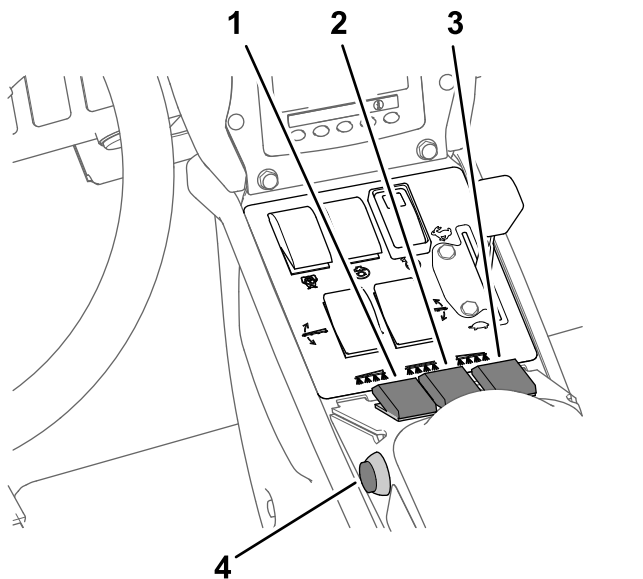

Figura 36
7. Impostate l'interruttore (o interruttori) delle sezioni di irrorazione in posizione di ACCENSIONE (Figura 36).
10. Guidate alla velocità desiderata e poi impostate l'interruttore principale delle sezioni in posizione di ACCENSIONE per iniziare a irrorare (Figura 36).
3. Impostate l'interruttore principale delle sezioni in posizione di SPEGNIMENTO; fate riferimento alla Figura 36 in Irrorazione in modalità con volume di applicazione \(pagina 36\).
7. Impostate gli interruttori delle singole sezioni, come opportuno, in posizione di ACCENSIONE; fate riferimento alla Figura 36 in Irrorazione in modalità con volume di applicazione \(pagina 36\).
9. Guidate alla velocità desiderata e poi impostate l'interruttore principale delle sezioni in posizione di ACCENSIONE per iniziare a irrorare; fate riferimento alla Figura 36 in Irrorazione in modalità con volume di applicazione \(pagina 36\).